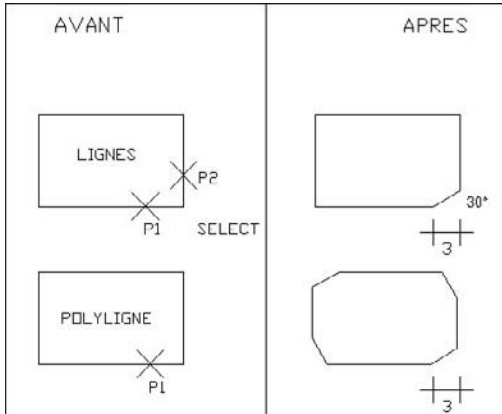

Fig.6.17
- 1 Exécuter la commande de chanfreinage à l'aide d'une des méthodes suivantes (fig.6.17) :